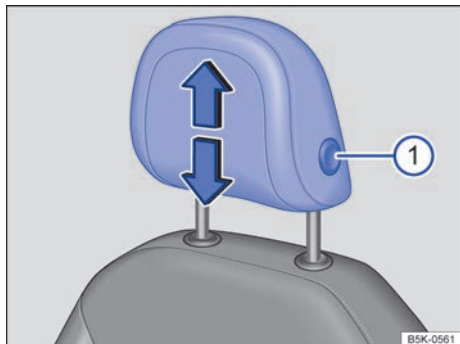

Fig. 83 Ajuste de los apoyacabezas delanteros.
- Desplace el apoyacabezas en el sentido de una de las flechas: o bien hacia arriba, o bien hacia abajo a la vez que presiona la tecla → fig. 83 ① → ⚠.